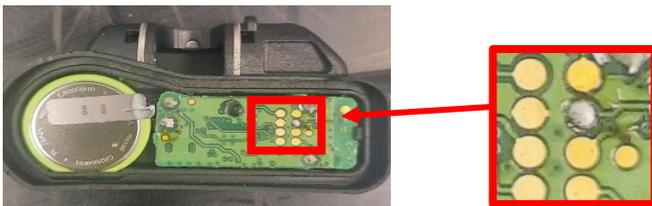

Ilustración 16 Falla PCB Fiducial
- Falla PCB Fiducial (ilustración 16)